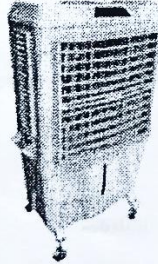

Figura. 6
- B) Encha a água nesta entrada de água, ver Figura 6